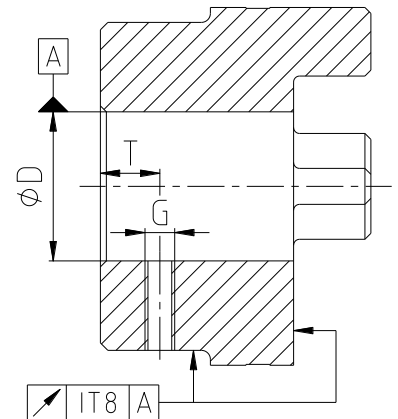

Bild 4: Rund- und Planlaufgenauigkeit
- Bei Herstellung der Bohrung durch den Kunden ist die Rund- bzw. Planlaufgenauigkeit (siehe Bild 4) einzuhalten.